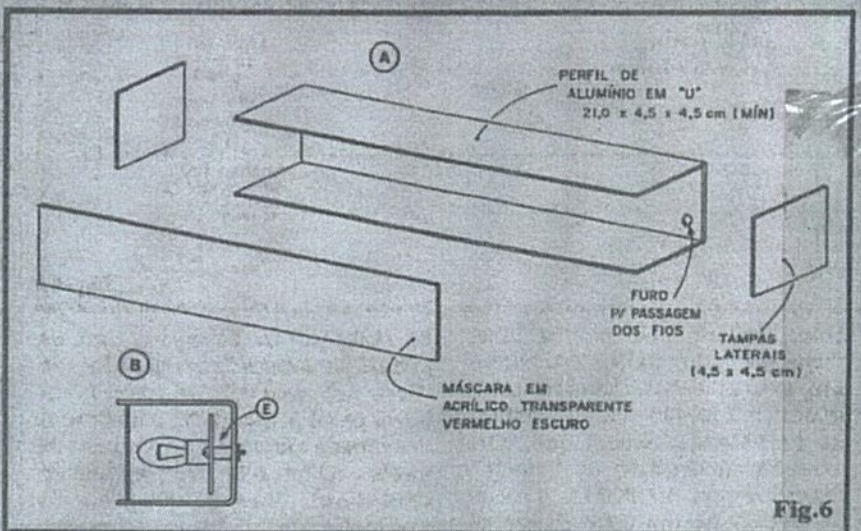

Fig.6
- FIG. 6 - FAZENDO UMA CAIXA (ELEGANTE E RESISTENTE) PARA A LUFMSA - Com os materiais relacionados no item "OPCIONAIS/DIVERSOS" da LISTA DE PEÇAS, será fácil elaborar um container de aparência profissional para o circuito... A vista "explodida" da fig. 6 mostra o "corpo" da caixa, feito com o perfil de alumínio em "U", as tampinhas laterais (quadrados de placa fina de alumínio, ou mesmo plástico, fibra, etc.) e a "janela" ou máscara frontal (em acrílico transparente vermelho escuro). As fixações do conjunto ilustrado em 6-A poderão ser feita com parafusos/porcas e/ou adesivos fortes (de epoxy ou de ciano-acrilato, tipo "Araldite" ou "Superbonder"...). Em 6-B vemos como a placa deve ser fixada no interior do "U" de alumínio, devendo ser tomado o cuidado de não permitir o contato das pistas e ilhas cobreadas (e pontos de solda, "salientes"...), com a face interior do "fundo" do "U". Para tanto, espaçadores em "torre", feitos de material isolante, devem ser dipostos sobre os parafusos longos de fixação, na posição (E). Como a placa (mesmo incluindo
- FIG. 7 - ACABAMENTO E INSTALAÇÃO - No item A da figura, vemos a LUFMSA já devidamente "acabada", com sua caixa fechada (feita de acordo com o exemplo da fig. 6). Para facilitar e tornar mais elegante a fixação do conjunto no interior do veículo, convém acrescentar um pequeno suporte, na forma de um "taquinho" em forma de prisma trapezoidal (qualquer material, mesmo madeira...), e cuja fixação à caixa principal pode ser feita com um pedaço de fita adesiva (double face, forte (ver perfil em 7-B...)). A própria fixação final da LUFMSA no seu local definitivo de uso, também poderá ser promovida com o auxílio dessa fita adesiva que "cola dos dois lados", e apresenta aderência bastante firme, capaz de suportar vibrações... Os dois locais opcionais de fixação do equipamento estão sugeridos no item C da figura, ou seja: junto à parte interior central do topo do vidro traseiro, ou no centro da sua parte inferior... Qualquer das posições indicadas proporcionará excelente visibilidade ao motorista que vem atrás... Quem pretender uma fixação mais firme, poderá ainda recorrer à braçadeiras, cantoneiras ou grampos metálicos, que apresentem furação compatível com a passagem de parafusos auto-atarachantes, os quais poderão ser rosqueados em furos previamente demarcados na estrutura interna do veículo... A fixação com fita double-face, contudo, permite a retirada relativamente fácil do dispositivo (se e quando isso for requerido...) sem deixar "marcas" definitivas no veículo... A escolha é do Leitor/Hobbysta. Ainda na fig. 7, no item D, temos uma su-